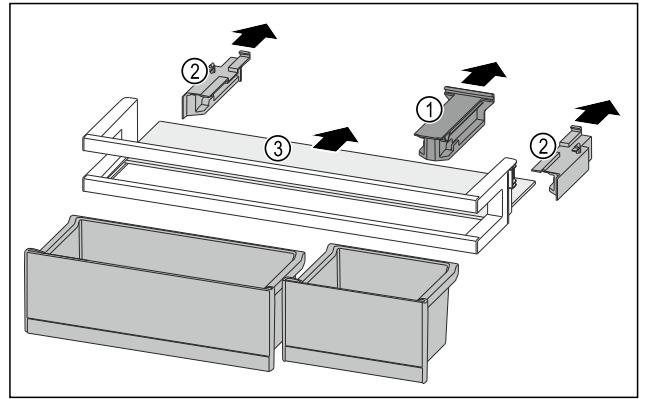

Fig. 213
- ▶ 拉出定位件 Fig. 213 (1)。
- ▶ 拉出侧面部分 Fig. 213 (2)。
- ▶ 取出搁板 Fig. 213 (3)。